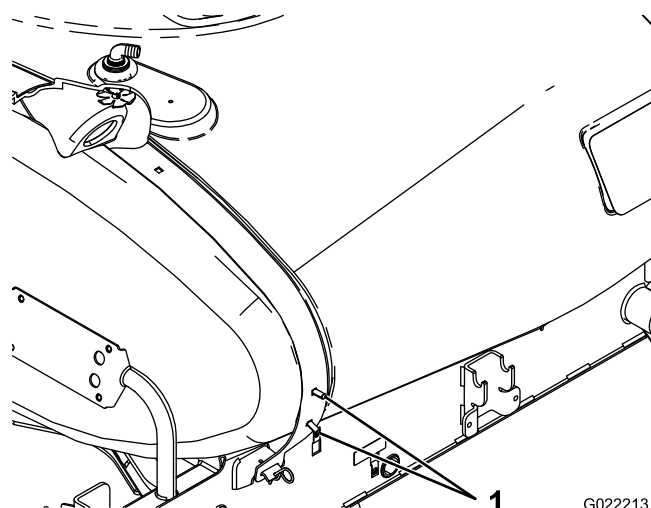

図 8
2. タンク固定用後部ベルトの右側の内側の下の穴にキャリッジボルト（2本）を取り付ける（図 8）。